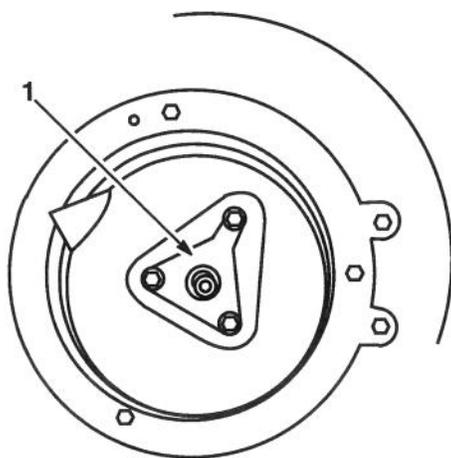

Figure 36
10. Installer le pot d'échappement et le support du vilebrequin sur la plaque de montage du moteur (Fig. 36).